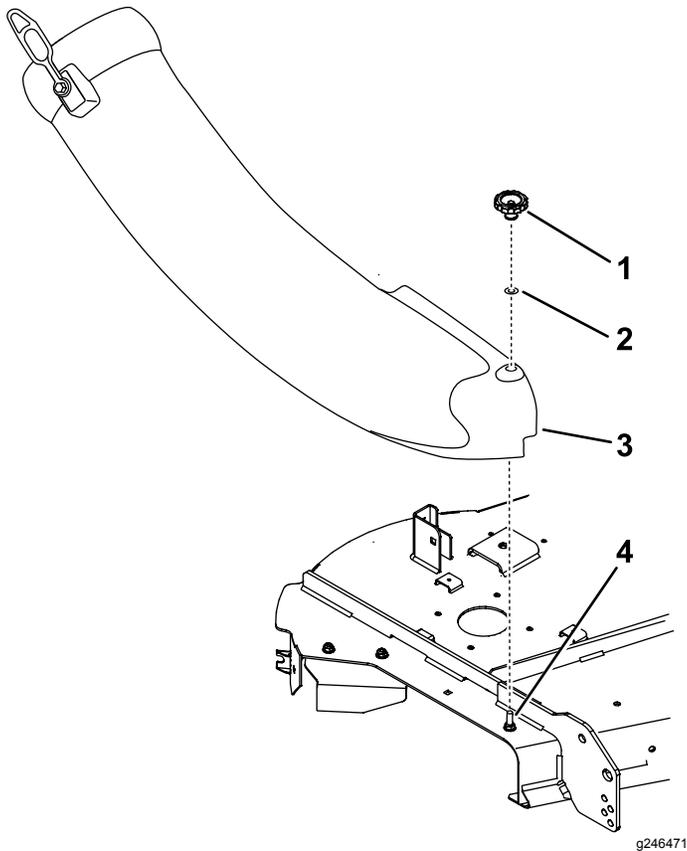

Figure 24
4. Alignez le trou de la goulotte et placez-le sur le boulon. Fixez la goulotte au tablier de coupe avec le bouton et la rondelle plate (5/16 po), comme montré à la Figure 24.